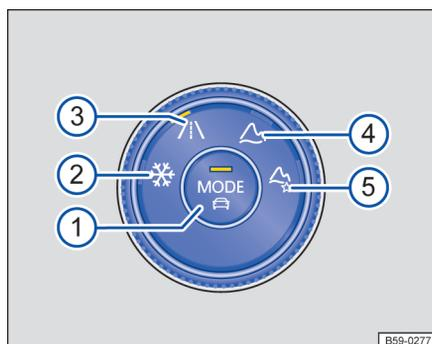

图 161 中控台下部：4MOTION 主动控制的操作单元。
全轮驱动汽车具有很多种驾驶模式选项。在这种情况下，可以通过 主动控制的操作单元选择驾驶模式→图 161。
→ 图 161 的图例：
- 转动 4MOTION 主动控制的操作单元→图 161，直至所需的驾驶模式旁边的 LED 灯亮起。
- 按压操作单元中间的→图 161。
- 必要时，转动 4MOTION 主动控制的操作单元→图 161，直至越野个性化驾驶模式旁边的 LED 灯亮起。
- 如果已经选择越野自定义，则按压操作单元中间的→图 161。